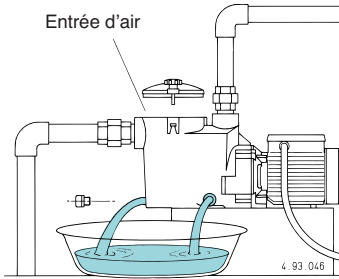

Fig. 4 Vidange
**En cas d'arrêts prolongés ou risque de gel, vidanger la pompe complètement par les deux bouchons de vidange avec les joints toriques réutilisables (fig. 4).**
Avant un éventuel démontage vider le corps de pompe (voir fig. 4 et chap. 10.). Pour le démontage et le remontage observer la construction sur le dessin en coupe (chap. 12.).